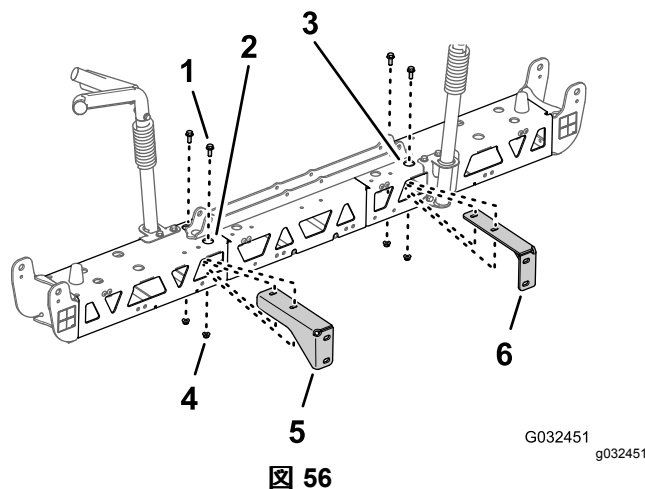

図 56
- 図 56 に示すように、右サポートブラケットの穴を右トラスフレームの穴に合わせる。
- 右側サポートブラケットを右側トラスフレームに取り付ける 図 56 ステップ 2 と 3 センターブームからサポートブラケットを外す (ページ 26) で取り外したフランジヘッドボルト ( $\frac{3}{8}$  x 1") 2本とフランジロックナット  $\frac{3}{8}$ " 2個を使用する。
- 左トラスフレームの左サポートブラケットにも、ステップ 2 と 3 の作業を行う 図 56。